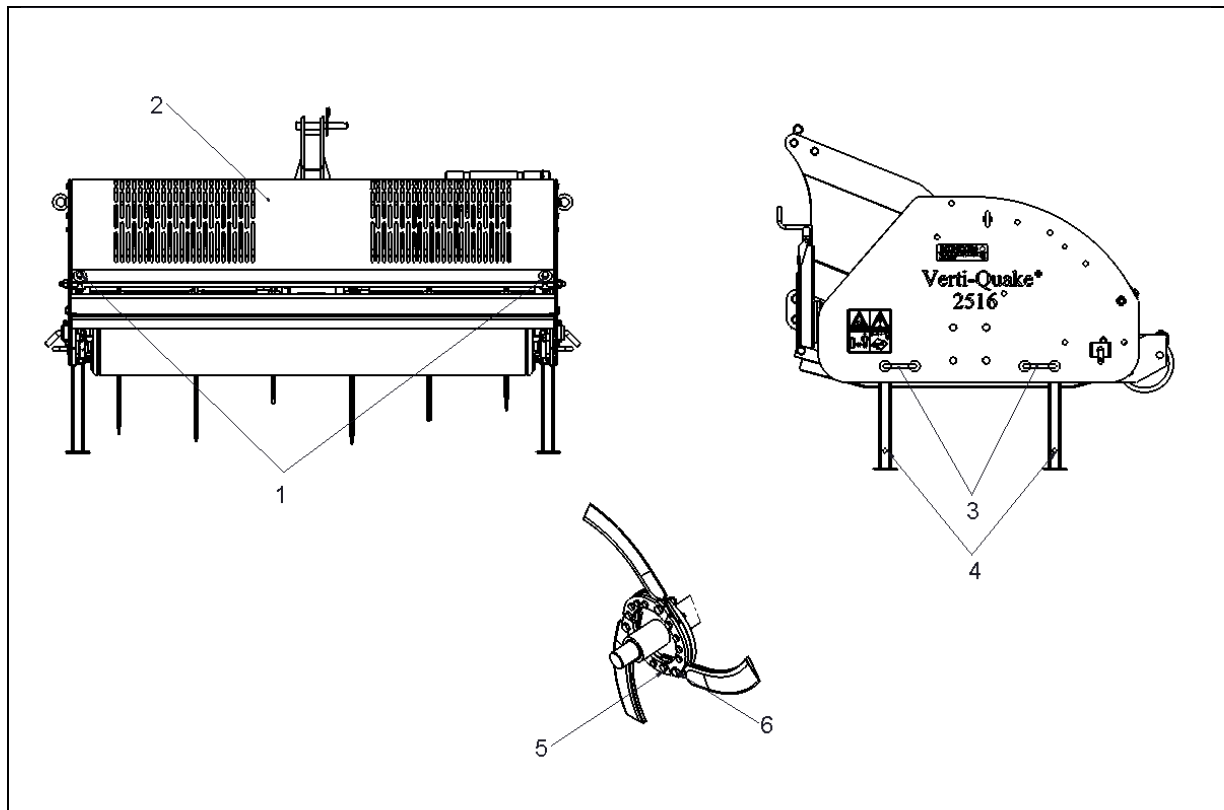

Abb. 8
1. Öffnen Sie ein Access-Panel (2), lösen der Schrauben (1) und den Zugang-Luke zu starten. (Abb. 8)
12. Schließen Sie die Abdeckung (2), und sicherlich ist dies über die Schrauben (1) drehen. (Abb. 8)